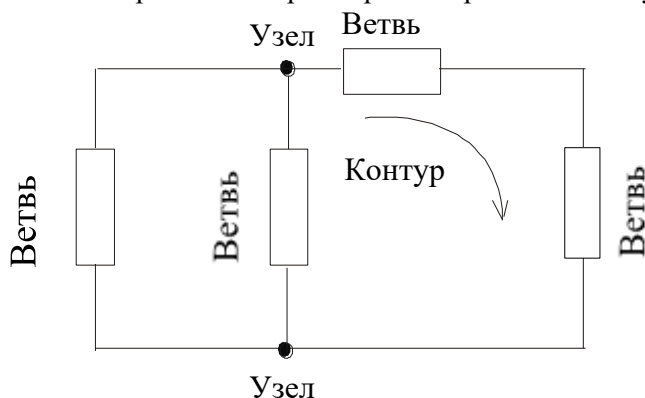

Рис. 6 . Схема электрической цепи
**Ветвь** образуется одним или несколько последовательно соединенными элементами цепи (рис. 6).
**Узел** – место соединения трех или большего числа ветвей (рис. 6 –7).
Любой замкнутый путь, проходящий по нескольким ветвям, называется **контуром** (рис. 6).